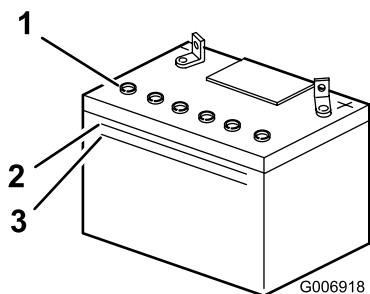

Figura 25
2. Guardate il fianco della batteria. L'elettrolito deve raggiungere la linea superiore (Figura 25).
Nota: Non lasciate scendere l'elettrolito sotto la linea inferiore (Figura 25).
3. Togliete i tappi di spurgo dalla batteria (Figura 25).
4. Aggiungete lentamente acqua distillata in ogni elemento della batteria finché l'elettrolito non raggiunge la linea superiore (Figura 25) sulla cassetta della batteria.
dell'acqua distillata finché l'elettrolito non raggiunge la linea superiore (Figura 25) sulla cassetta della batteria.